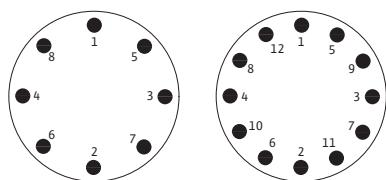

Fig. 41: Reihenfolge Schraubenanzug
• Reihenfolge (Fig. 41) beachten.